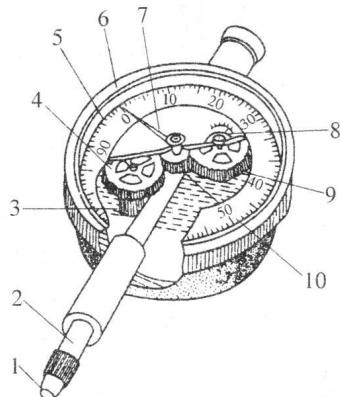

图 1-6 百分表
3) 普通百分表结构 如图 1-6 所示, 图中 1 是淬硬的测头, 用螺纹旋入齿杆 2 的下端。齿杆 2 的上端铣出齿纹。当齿杆上升时, 带动  $z=16$  的小齿轮 3, 在齿轮 3 的同一轴上装有  $z=100$  的大齿轮 4, 该齿轮带动中间  $z=10$  的小齿轮 10。在小齿轮 10 同一轴上装有